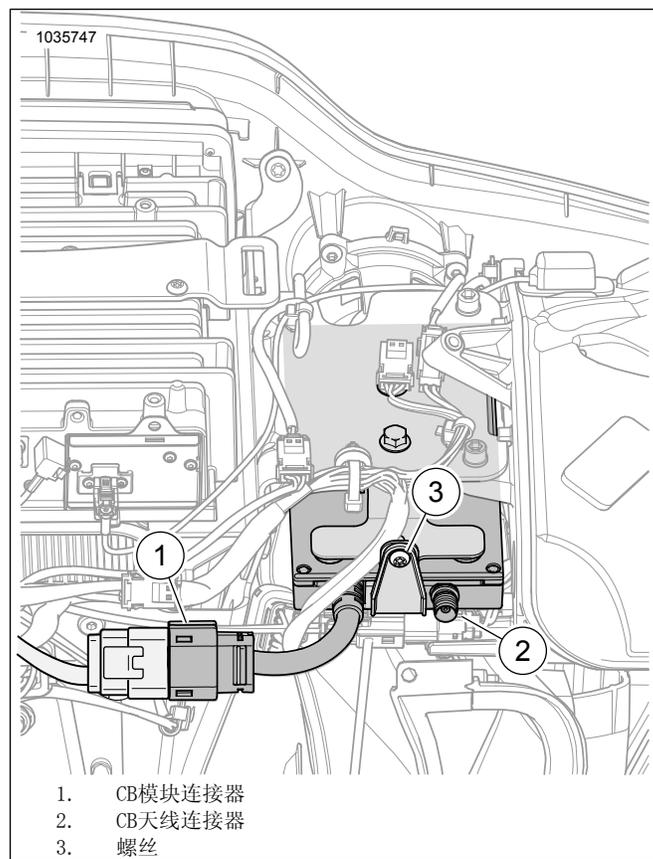

图5。内侧挡风板线束连接器
6. 参见图5。将12位插座盒连接至CB连接器[184]( 1 )。